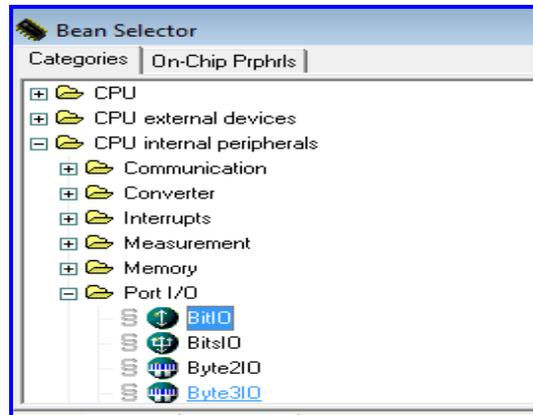

Figura 4.137 Habilitación del bean de un bit.
6.- Elegir en la ventana Bean Selector (Figura 4.137).- *CPU Internal Peripherals-Port I/O-BitIO*. *Habilitamos tres beans de un bit.*